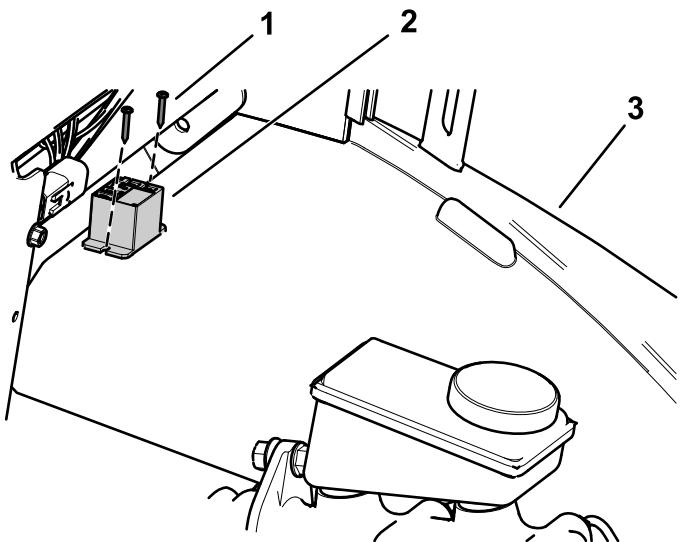

图8
6. 如 图8 所示用 2 个螺丝 #4 x 3/4 英寸将继电器安装到左挡泥板上。